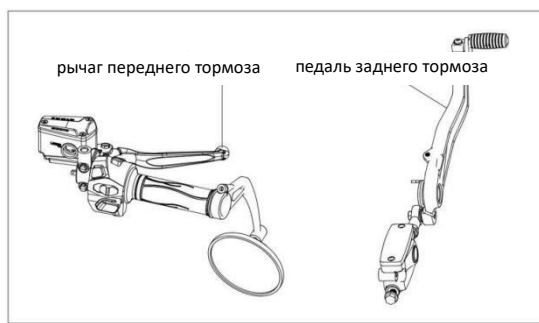

Рисунок 14 Расположение органов торможения
5.4.2 Вождение на подъемах или в поворотах (Рис. 14)